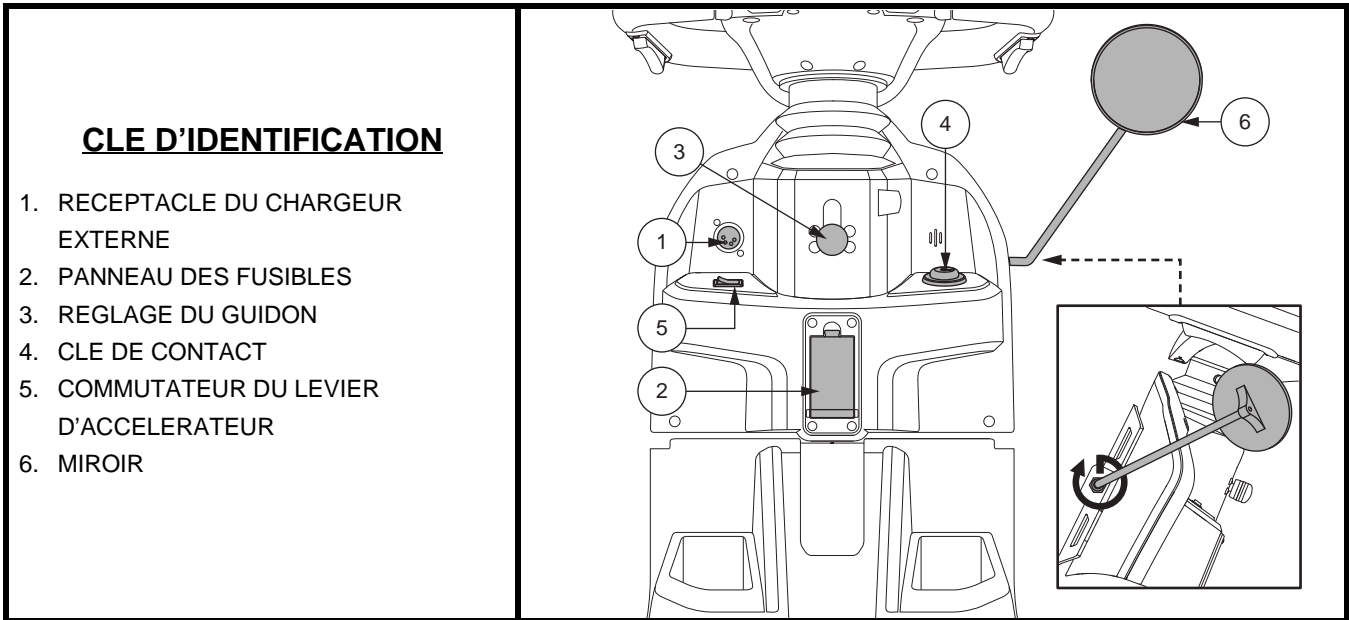

Figure 4. Composants du guidon inférieur
Pour charger les batteries, le cordon du chargeur doit être branché dans ce réceptacle. Le réceptacle est situé sur le guidon. **Voir la figure 4.**
- Insérez la clé dans le contact et tournez-la dans le sens horaire pour allumer votre VMP. **Voir la figure 4.**
Ce commutateur permet de sélectionner le levier d'accélérateur (gauche ou droit). **Voir la figure 4.**